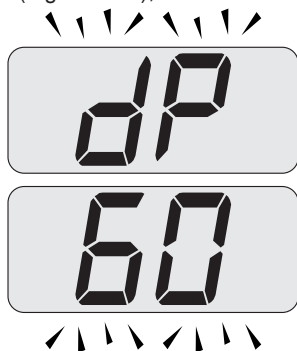

Figura 9.20
- Premendo ulteriormente il tasto 16 è possibile variare nuovamente la potenza in modalità spazzacamino: con visualizzazione sul display LCD delle lettere **dP** che si alternano con il valore di temperatura dell'acqua di riscaldamento (es. **60**), siamo "funzione spazzacamino" alla potenza massima in sanitario" (Figura 9.20);